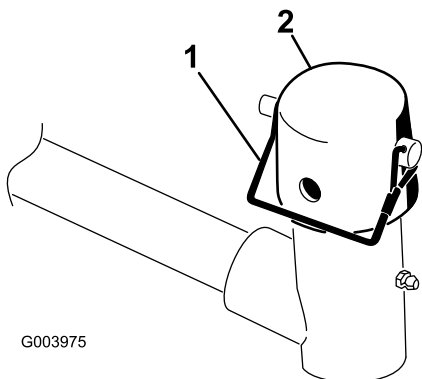

Figura 9
2. Retire el pasador de seguridad y el tapón de la horquilla de pivote del brazo de elevación (Figura 9).
Nota: Utilice la ranura si se desea una unidad de corte dirijible, y utilice el orificio si la unidad de corte va a quedar bloqueada en una posición fija (Figura 9).